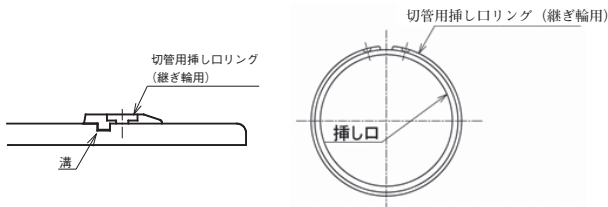

図86 切管用挿しロリング (継ぎ輪用) のセット
(2) 取付方法
- ① 溝内に砂などの異物が入っていないことを確認したら、専用の挿しロリング拡大器を用いて切管用挿しロリング (継ぎ輪用) を挿し口にセットする (図86)。